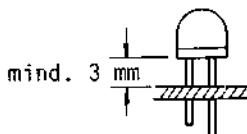

Abb. 1
- 1) Es ist ein Lötstab von max. 25 W zu verwenden; der Lötvorgang darf nicht länger als 5 Sekunden dauern. Der Diodenkörper sollte einen Abstand von mindestens 3 mm zur Leiterplatte haben (Abb. 1).